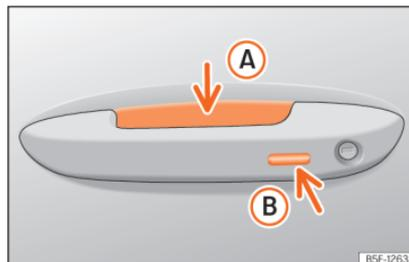

Fig. 90 Manípulo da porta: superfícies sensoras
»»» **Fig. 90**
- Empurre o manípulo de uma das portas dianteiras. Ao fazê-lo, toca-se na superfície sensora » » Fig. 90 A (seta) do manípulo e destranca-se o veículo.
- Toque *uma vez* na superfície sensora de bloqueio » » Fig. 90 B (seta) do manípulo de uma das portas dianteiras. A porta cujo manípulo se aciona deverá estar fechada.
- Toque *uma vez* na superfície sensora » » Fig. 90 B (seta) do manípulo de uma das portas dianteiras. O veículo é trancado com o sistema de segurança «Safe» » » Página 115. A porta cujo manípulo se aciona deverá estar fechada.
- Toque *duas vezes* na superfície sensora » » Fig. 90 B (seta) do manípulo de uma das portas dianteiras para trancar o veículo sem ativar o sistema de segurança «Safe» » » Página 115.
- Pressione o botão de fecho  do comando à distância e toque uma vez, dentro dos 5 segundos seguintes, na superfície sensora de bloqueio do manípulo da porta do condutor »» **Fig. 90 (B)**. Não agarre o manípulo da porta, caso contrário o veículo não trancará. Também é possível levar a cabo a desativação se se bloquear o veículo através do fecho da porta do condutor.
Para **fechar com a função de conforto** todas as janelas elétricas e o teto de vidro, mantenha um dedo durante uns segundos sobre a superfície sensora de bloqueio »» **Fig. 90 (B)** (seta) do manípulo da porta até que as janelas e o teto se tenham fechado.
As superfícies sensoras dos manípulos das portas poderiam ativar-se ao receber um jato de água ou de vapor a grande pressão, caso existisse alguma chave do veículo válida na zona próxima. Se, pelo menos, uma das janelas com acionamento elétrico estiver aberta e se se ativar a superfície sensora »» **Fig. 90 (B)** (seta) de um dos manípulos de forma permanente, fechar-se-ão todas as janelas.